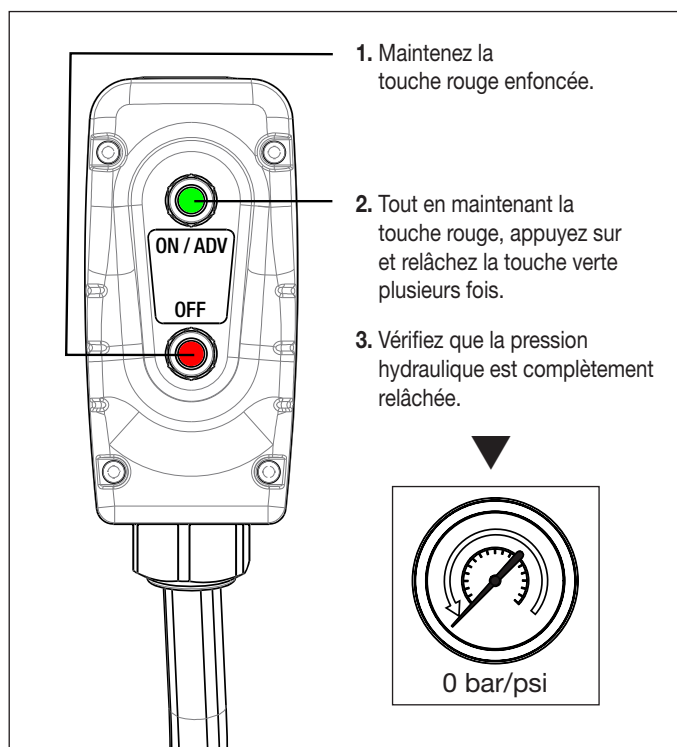

Figure 8 : Relâchement de la pression hydraulique
- Maintenez la touche OFF rouge enfoncée tout en appuyant sur et en relâchant plusieurs fois la touche ON/ADV verte. Reportez-vous à la Figure 8.
- Vérifiez que le manomètre hydraulique indique zéro (0) bar/psi. Relâchez ensuite la touche OFF rouge.